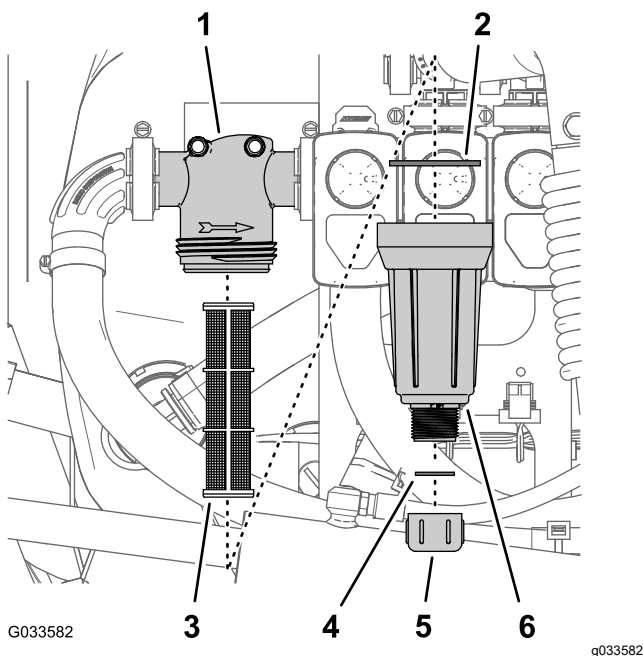

Bild 106
2. Stellen Sie eine Auffangwanne unter den Druckfilter (Bild 106).
3. Drehen Sie die Ablassschraube nach links und nehmen sie von der Glocke des Druckfilters ab (Bild 106).
4. Drehen Sie die Glocke nach links und nehmen den Filterkopf ab (Bild 106).
5. Entfernen Sie den alten Druckfiltereinsatz (Bild 106).
6. Prüfen Sie die Dichtung für die Ablassschraube (in der Glocke) und die Dichtung für die Glocke (im Filterkopf) auf Beschädigungen und Abnutzung (Bild 106).
7. Setzen Sie den neuen Druckfiltereinsatz in den Filterkopf ein (Bild 106).
8. Befestigen Sie die Glocke am Filterkopf und ziehen sie mit der Hand an (Bild 106).
9. Befestigen Sie die Ablassschraube am Anschlussstück unten an der Glocke und ziehen sie mit der Hand an (Bild 106).